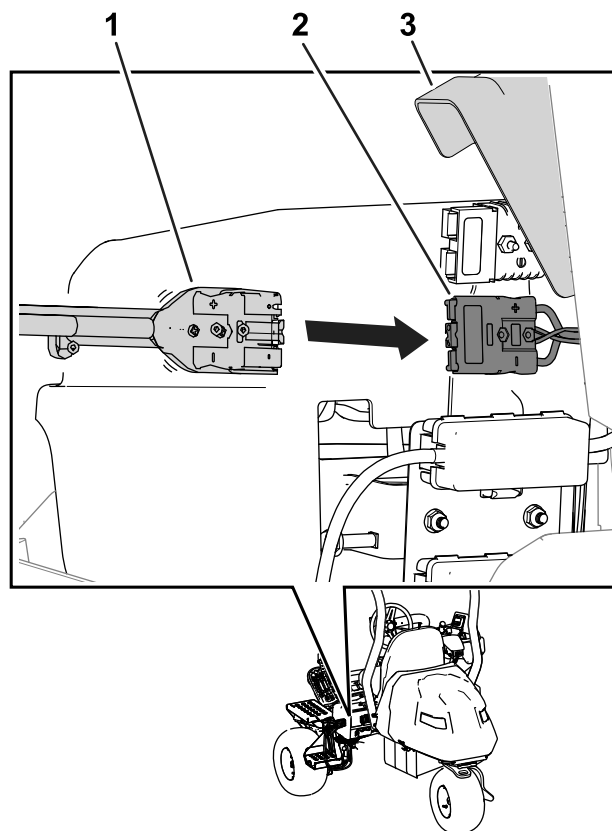

Figura 40
7. Levante la tapa del conector y enchufe el conector de salida del cargador en el conector del cargador de la máquina (Figura 40).